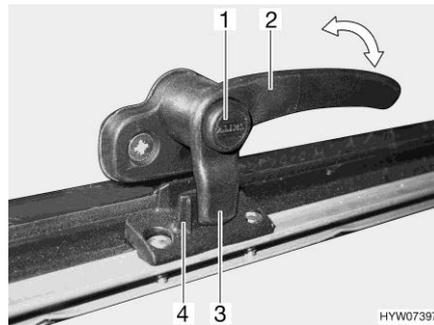
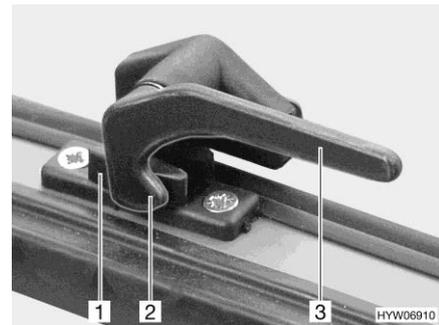

Fig. 109 Palanca de bloqueo con botón de seguridad en la posición "cerrada"
Fig. 110 Palanca de bloqueo en la posición "cerrada"
- Si existe, pulsar el botón de seguridad (Fig. 109,1) y mantenerlo pulsado.
- Girar la palanca de bloqueo (Fig. 109,2 ó Fig. 110,3) un cuarto de vuelta hacia la mitad de la ventana.
- Girar la palanca de bloqueo (Fig. 109,2 ó Fig. 110,3) un cuarto de vuelta hacia el marco de la ventana.
El saliente de bloqueo (Fig. 109,3 ó Fig. 110,2) de la palanca de bloqueo se encuentra en la cara interior del bloqueo de la ventana (Fig. 109,4 ó Fig. 110,1).
- En la posición "cerrada fijamente" (Fig. 109 y Fig. 110)